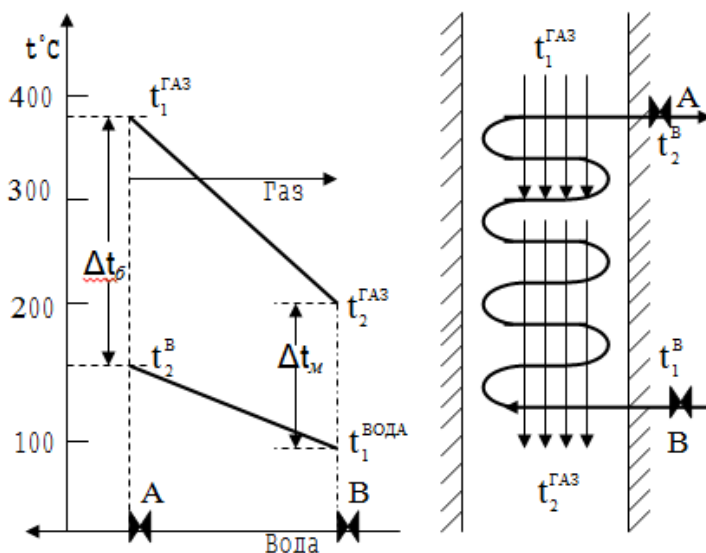

Рис. 3. Схема экономайзера и диаграмма определения температурного напора.
2.4.1. Определить температуру воды t_2^B [°C] на выходе из экономайзера (рис. 3) из уравнения
2.4.2. Определить средний температурный напор между двумя средами (дымовыми газами и питательной водой) в экономайзере. На рис. 3 введены обозначения: